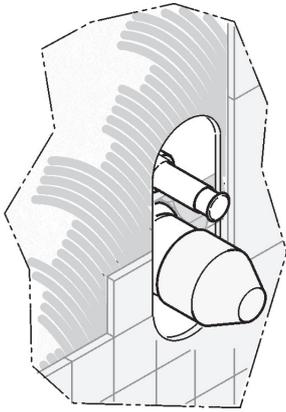

Fig. 5
- Eseguire il rivestimento. (Fig.5)
- Clad the walls (Fig.5).
- Verputzen (Abb. 5).
- Réaliser le revêtement. (Fig.5)
- Realice el revestimiento. (Fig.5)
- Выполнить облицовку поверхности. (Рис.5)